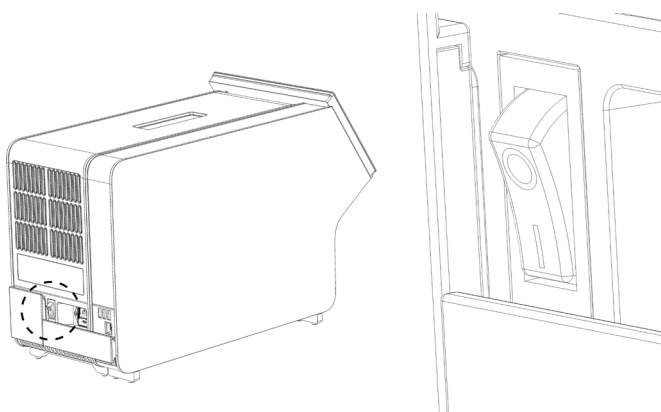

図 11. 電源スイッチの場所を探し、「I」の位置に設定。
9. 分析モジュールの背面の電源スイッチを「I」の位置に押し、本機器の電源をオンにします（図 11）。分析モジュールと操作モジュールのステータスインジケータがブルーであることを確認します。